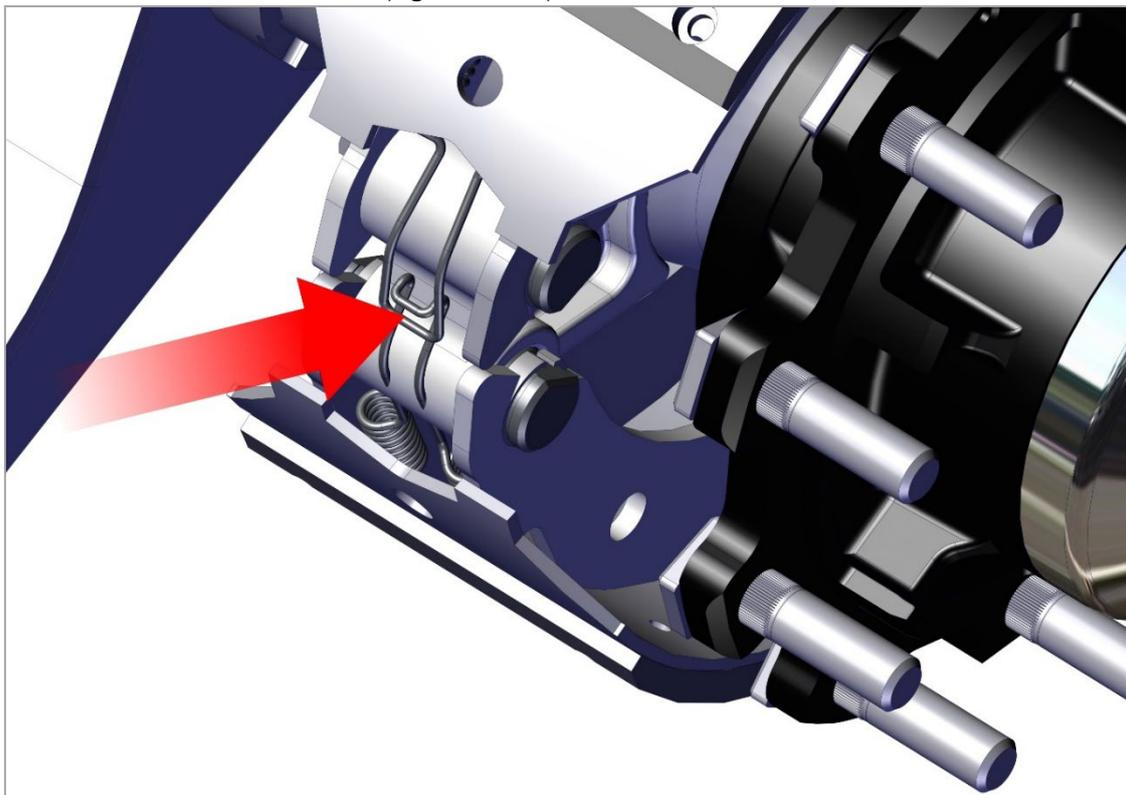

Рис. 32. Зажим пружины.
3) Используя отвёртку, освободите зажим пружины из тормозной колодки. Снимите зажим пружины (рис. 32);